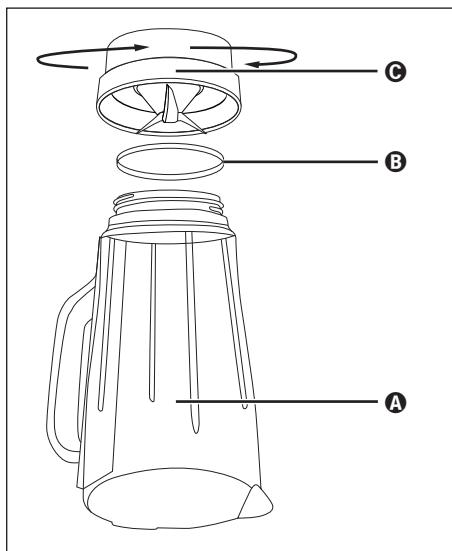

Abb. 4
- 2) Stellen Sie das Gerät auf den Kopf und drehen Sie das Plastikteil **C** des Mixaufsatzes **③** gegen den Uhrzeigersinn, so dass es sich vom Glasteil **A** des Mixaufsatzes **③** lösen lässt (siehe Abb. 4).
- 6) Setzen Sie den Dichtungsring **B** ggf. wieder richtig in das Plastikteil **C** ein. Setzen Sie dann das Plastikteil **C** wieder auf den Glasteil **A** des Mixaufsatzes **③** und drehen Sie das Plastikteil **C** im Uhrzeigersinn fest.